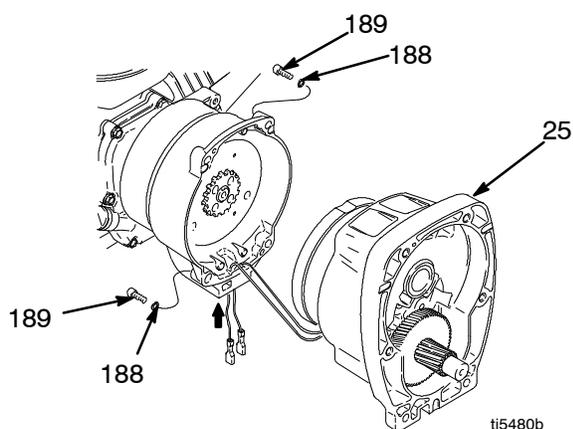
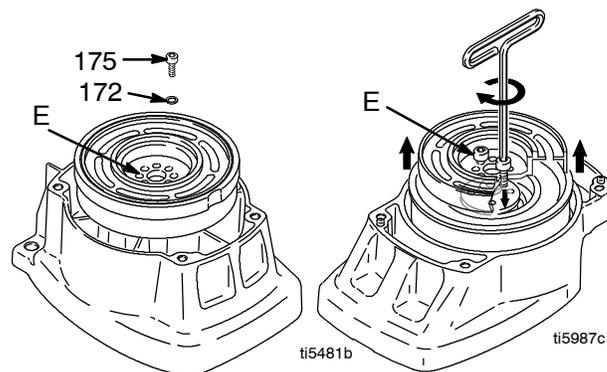
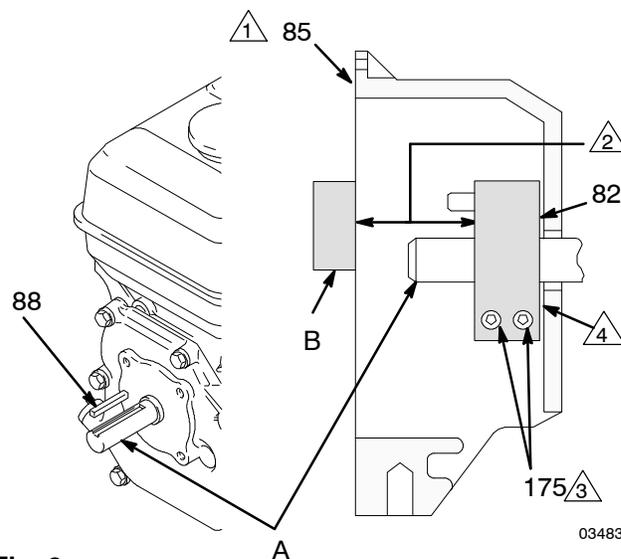

Fig. 4
Fig. 5
Fig. 9
4. Fig. 4. Retire os quatro parafusos (189), as anilhas de segurança (188) e a unidade do pinhão (25).
5. Fig. 5. Coloque a unidade do pinhão (25) na bancada com o lado do rotor voltado para cima.
6. Retire os quatro parafusos (170) e as quatro anilhas de segurança (172). Instale dois parafusos nos orifícios roscados (E) do rotor. Aperte alternadamente os parafusos até retirar o rotor.
4. Fig. 9. Desaperte os dois parafusos (175) da braçadeira (82),
5. Insira a chave de fendas na ranhura da braçadeira (82) e retire-a.
1. Fig. 9. Instale a chaveta do veio do motor (88).
2. Insira a braçadeira (82) no veio do motor (A) com um maço de plástico. Mantenha as medidas da nota 2. O chanfro tem que ficar voltado para o motor.
9. Fig. 5. Coloque a unidade do pinhão na bancada com o lado do rotor voltado para cima.
10. Aplique locktite nos parafusos. Instale os quatro parafusos (170) e as anilhas de segurança (172). Aperte os parafusos alternadamente a um binário de aperto de 125 pol.-lbs até que o rotor fique bem fixo. Utilize os orifícios roscados para suportar o rotor.
11. Fig. 4. Instale a unidade do pinhão (25) com os cinco parafusos (189) e as anilhas de segurança (188).